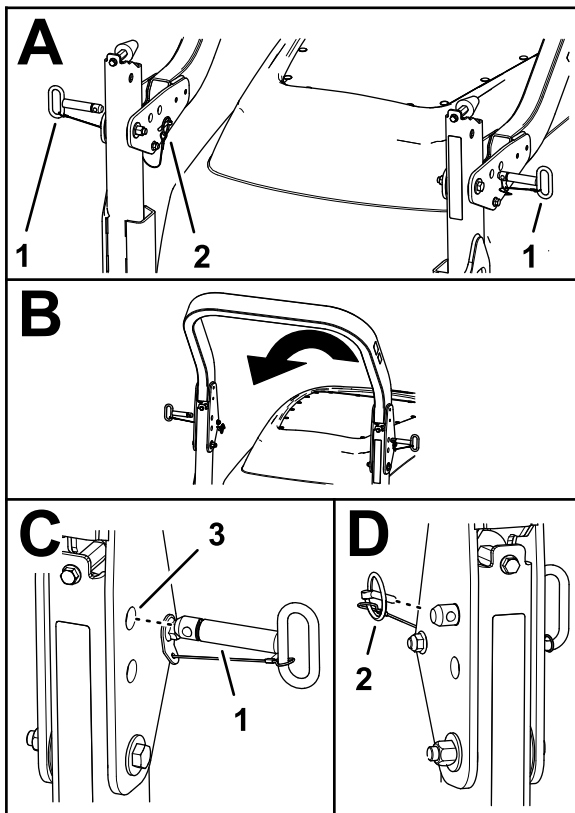

Bild 63
2. Entfernen Sie die Klappstecker, mit denen die Überrollbügelstifte auf beiden Seiten des Überrollbügels befestigt sind (Bild 63).